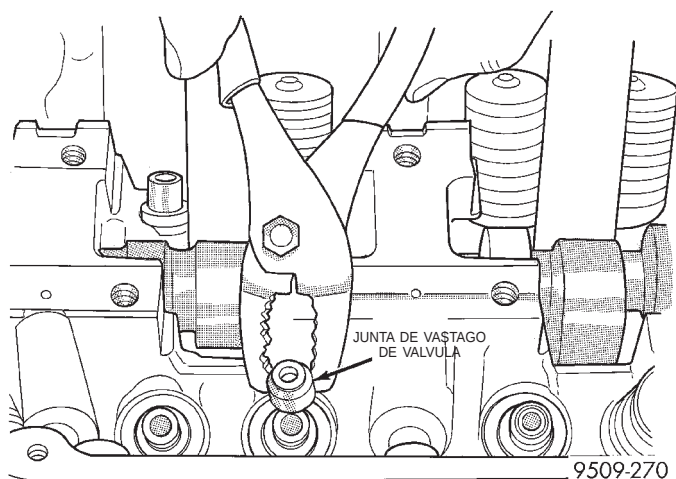

Fig. 54 Junta de vástago de válvula—desmontaje
(7) Retire el muelle de válvula.
(8) Retire las juntas de vástago de válvula con una herramienta adecuada (Fig. 54).